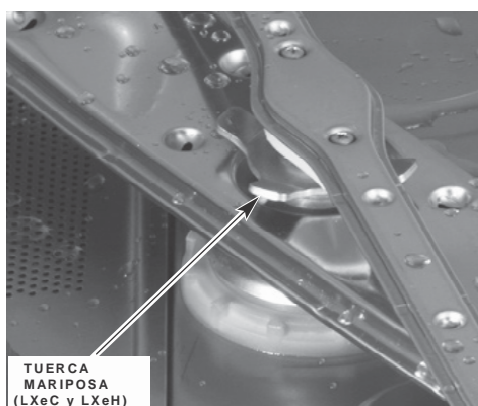
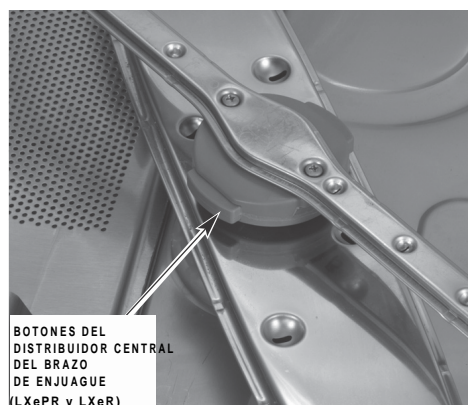

Fig. 10
Fig. 11
2. En los modelos LXC y LXEH, quite el brazo de enjuague inferior desenroscando la tuerca mariposa (Fig. 10). En los modelos LXPR y LXER, quite el brazo de enjuague inferior presionando los botones que están a los lados del distribuidor central (Fig. 11). Quite el brazo de lavado inferior al sacarlo del eje. Haga el mismo procedimiento para retirar los brazos de lavado y de enjuague superiores. Quite los filtros gruesos y delgados (véase las figuras 7 y 8) y lávelos muy bien. Retire los residuos de las espumas de lavado y enjuague.